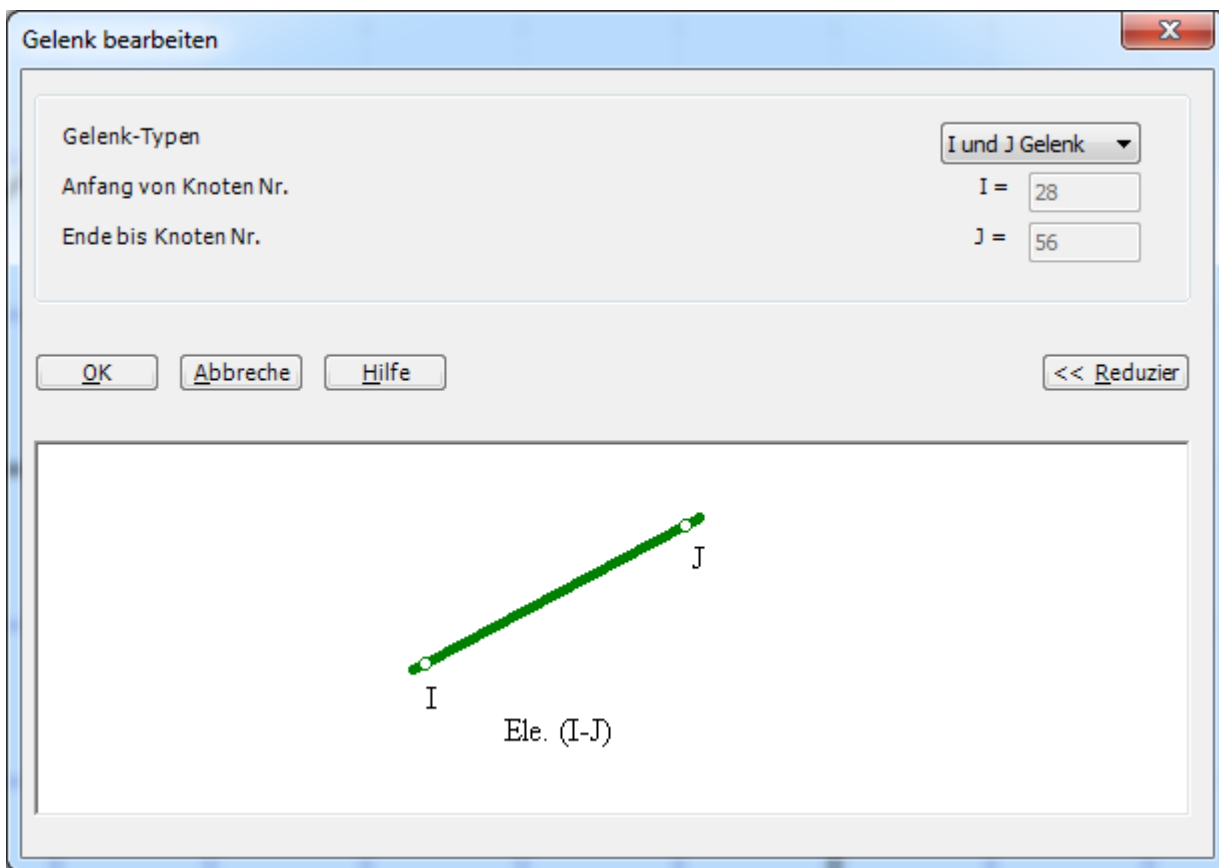

Bild 7.24 Dialogfeld "Gelenk bearbeiten"
- Doppelklicken Sie auf dem Stab, das Dialogfeld "Gelenke bearbeiten" im Bild 7.24 erscheint